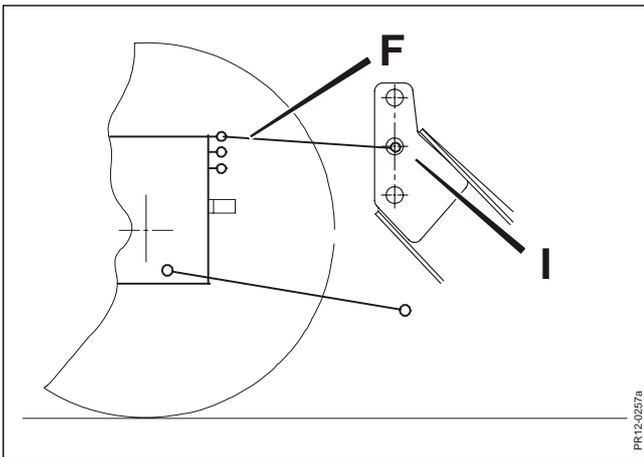

Fig. 2-3
**Fig. 2-3** Den Oberlenker **F** montieren und so anbringen, dass er möglichst parallel mit den Unterenkern des Schleppers ist. Dadurch wird eine zweckmäßige Bewegung beim eventuellen Anheben der Maschine mit den Unterenkern sowie optimale Verhältnisse beim späteren An- und Abbau der Maschine erreicht.